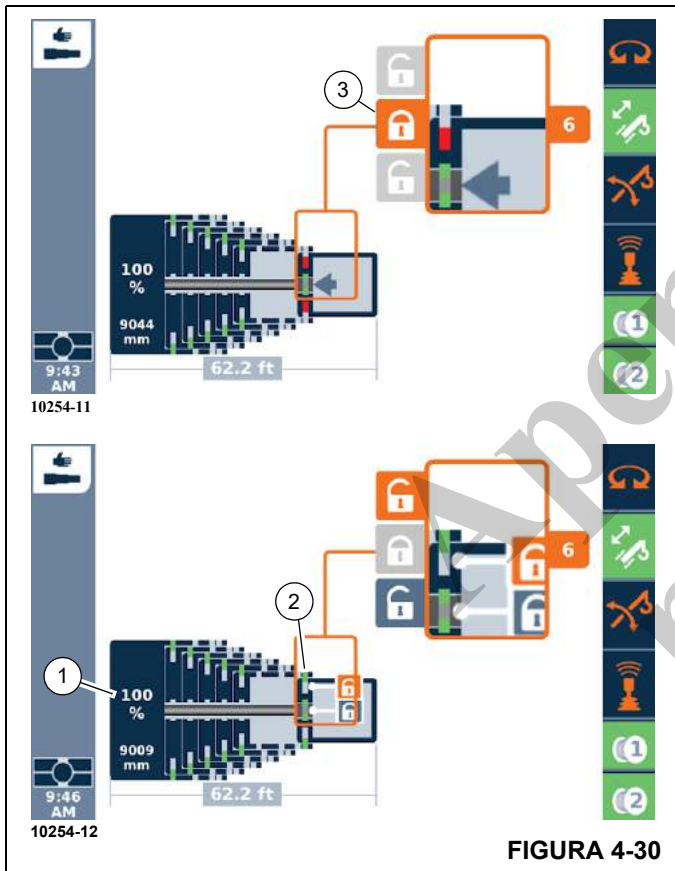

FIGURA 4-30
1. Retraia/estenda até o comprimento fixo desejado, por exemplo, seção telescópica 6 a 100% (1, Figura 4-30).